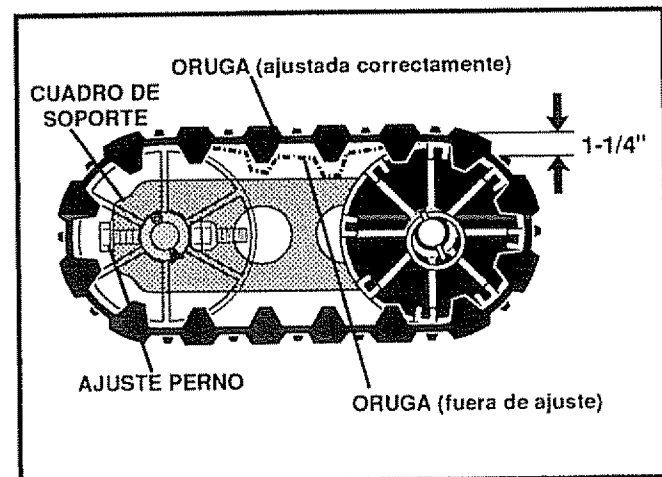

FIG. 38
- Mida la distancia entre la oruga y el tope del cuadro de soporte de la oruga (vea la Fig. 38). La distancia no debe exceder 3,2 cm (1-1/4 pulgadas).
- Afloje o apriete el perno de ajuste ubicado en la parte de atrás del cuadro de soporte de la oruga (vea la Fig. 38), para lograr la distancia adecuada entre la oruga y el cuadro de soporte.